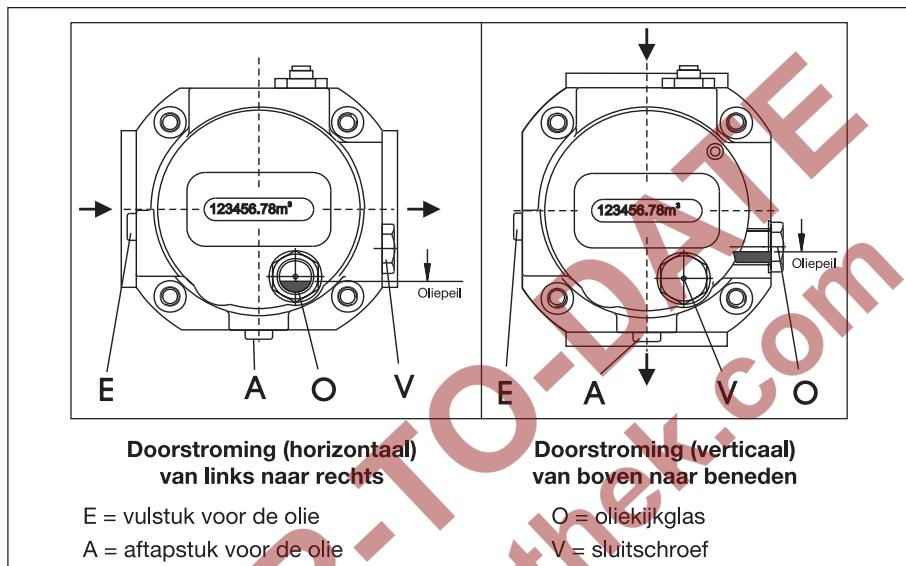

Fig. 8: Horizontale en verticale inbouwpositie, vullen met olie en oliepeilweergave, type RVG-ST
- Bij **horizontale doorstroming** staan er twee olielopeningen E of V ter beschikking. De aftapopening A bevindt zich op het laagste punt. Het oliekijkglas O bevindt zich aan de voorkant van de meter onder het telwerk (fig. 8 links).
- Bij **verticale doorstroming** staat alleen olielopening E ter beschikking. De aftapopening A bevindt zich op het laagste punt. Het oliekijkglas is nu rechts op het voorste deksel van de behuizing ondergebracht (fig. 8 rechts).